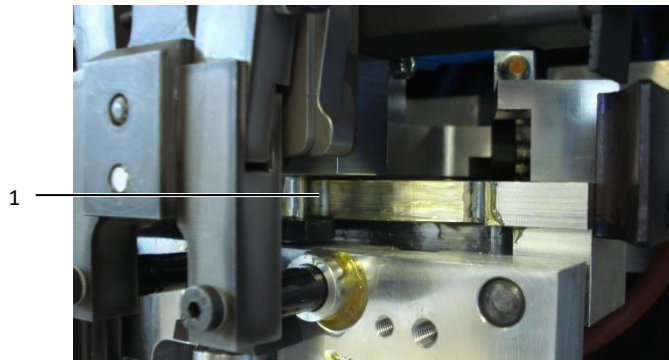

Fig. 27: Værktøjsslæde
- Smør berøringsfladen (fig. 27, pos. 1).